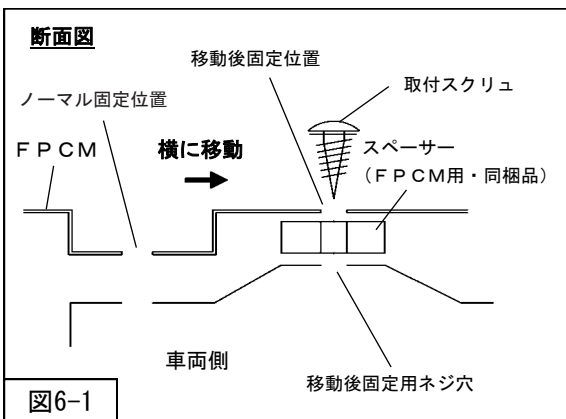

図6-1
1. 右リアサスペンション上にあるFPCM前側の取付スクリューを取外してください。(図6-1)
2. スペーサー (FPCM用・同梱品) を使用して、ノーマル固定位置の右隣にある穴でFPCMを固定してください。(図6-1)